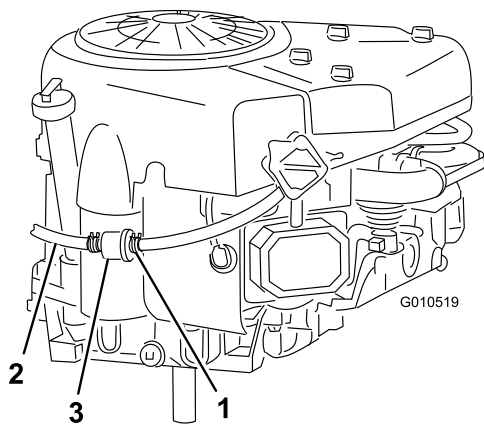

Figura 29
7. Apriete los extremos de la abrazadera y deslícela por el tubo de combustible hacia el depósito de combustible (Figura 29).
8. Tire del tubo de combustible para separarlo del filtro (Figura 29) y deje que la gasolina se drene en un recipiente de combustible homologado o un recipiente apropiado.
10. Acerque la abrazadera al filtro de combustible para fijar el tubo de combustible y el filtro (Figura 29).
El mejor momento para cambiar el filtro de combustible (Figura 29) es cuando el depósito de combustible está vacío. No instale nunca un filtro sucio después de desmontarlo del tubo de combustible.